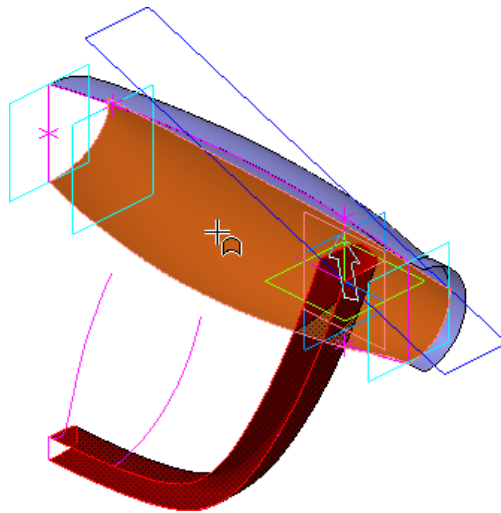

Рисунок 29.
- Укажите Корпус. С помощью кнопки Сменить направление усечения  направьте указатель вверх (рис. 29).